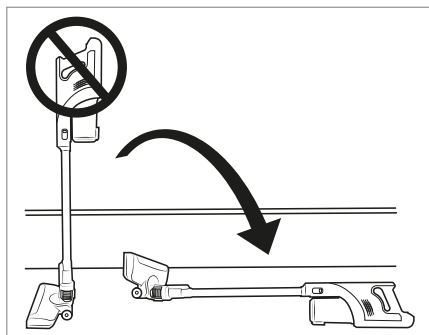

Fig. 9
- No deje la aspiradora en posición vertical cuando interrumpa el funcionamiento o quiera dejar de agarrarla, sino colóquela en el soporte mural **13** o póngala en el suelo en posición horizontal (consulte la fig. 9 y la 10). De lo contrario, podría caerse y dañarse debido a su alto centro de gravedad, así como potencialmente dañar otros objetos con su caída.